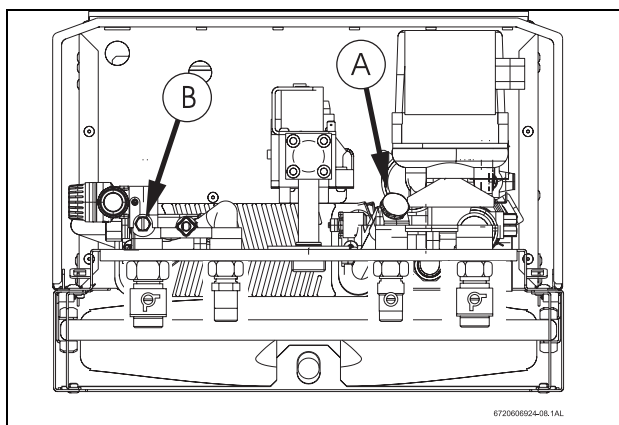

Fig. 29
- ▶ Dévisser le couvercle (Fig. 29, Pos. A).
- ▶ Dévisser la vis de vidange (Fig. 29, Pos. B).